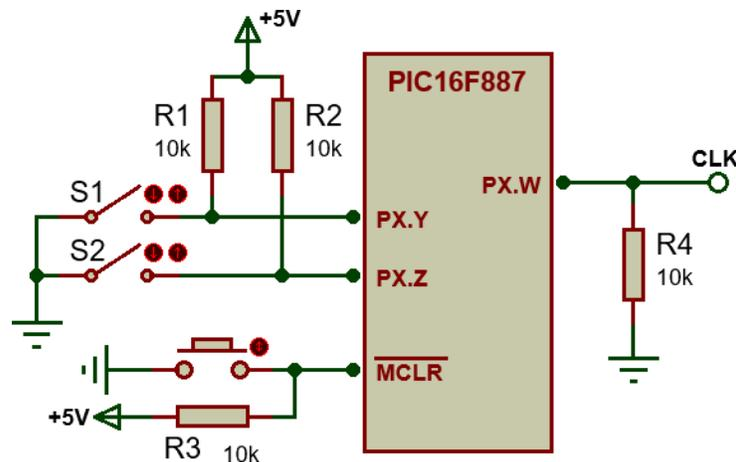

Figura 5.3. Circuito simbólico del sistema de reloj digital.
2. Con ayuda del osciloscopio, en acoplo de CD, verifique que el circuito de la figura 5.3 genere de manera correcta las señales de reloj de salida considerando que, **si la frecuencia no es exacta**, será aceptable mientras esté dentro de un rango de error de $\pm 3\%$.
6. Utilizando el mismo circuito del programa anterior, figura 5.3, cargue en el microcontrolador el segundo programa de las actividades previas.